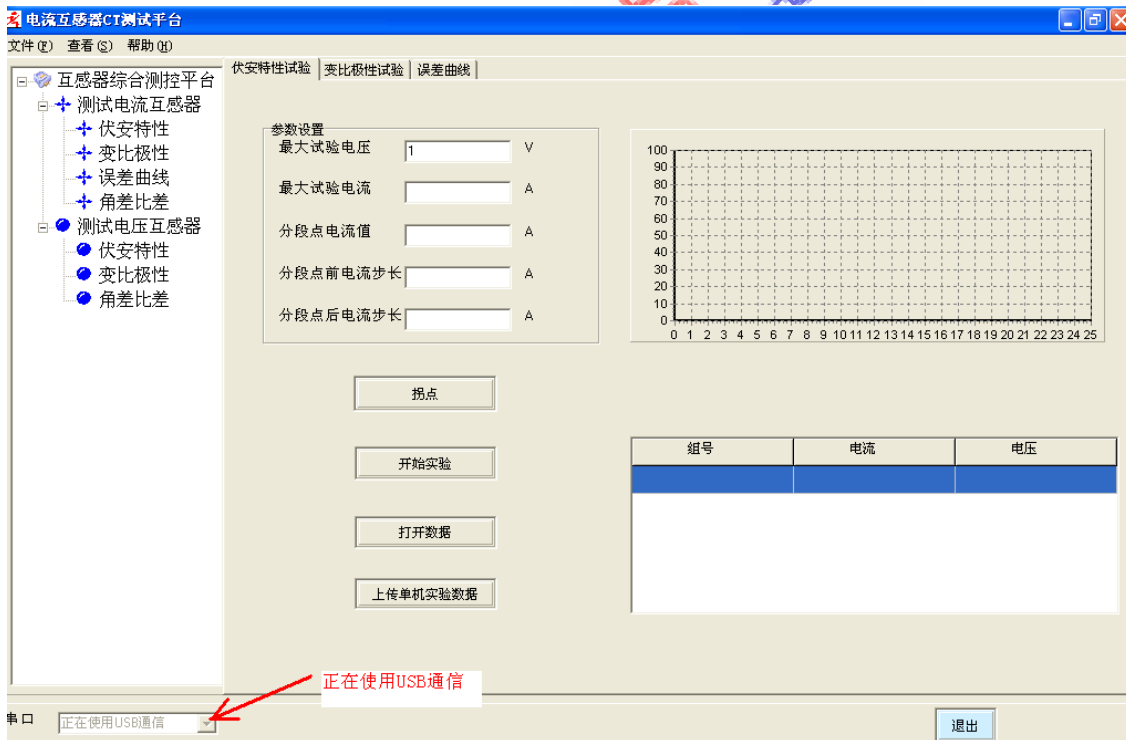

图 26
- 11.4、打开上位机软件“互感器综合测试平台”, (见图 26)。如果连接正常, 则界面的左下方显